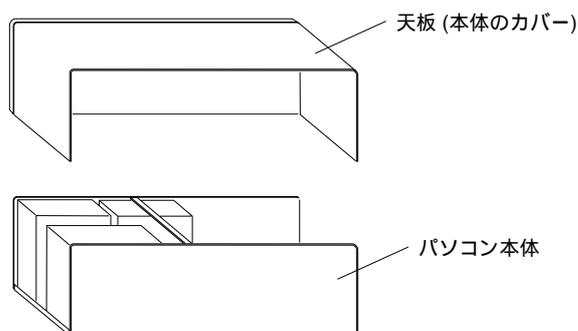

図3.1 天板を外す
(2) パソコンの天板 (本体のカバー) を固定しているねじを外し、天板を外して下さい (図 3.1)。